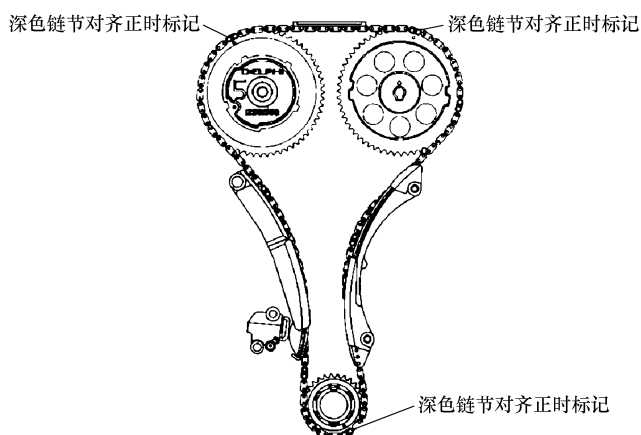

图 17-25 深色链节对齐正时标记
14) 确保正时链条上的深色链节必须与各个链轮上的正时标记对齐, 见图 17-25。